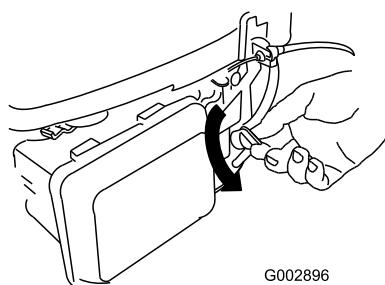

Bild 21
2. Drehen Sie den Kraftstoffhahn auf die Ein-Stellung (Bild 21).